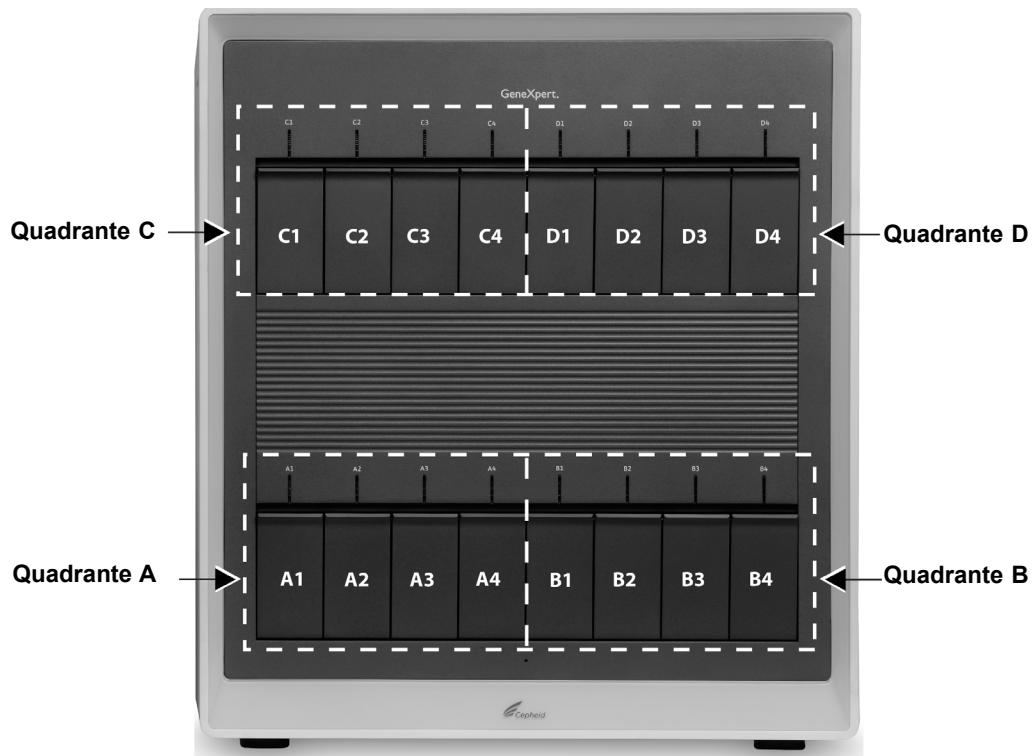
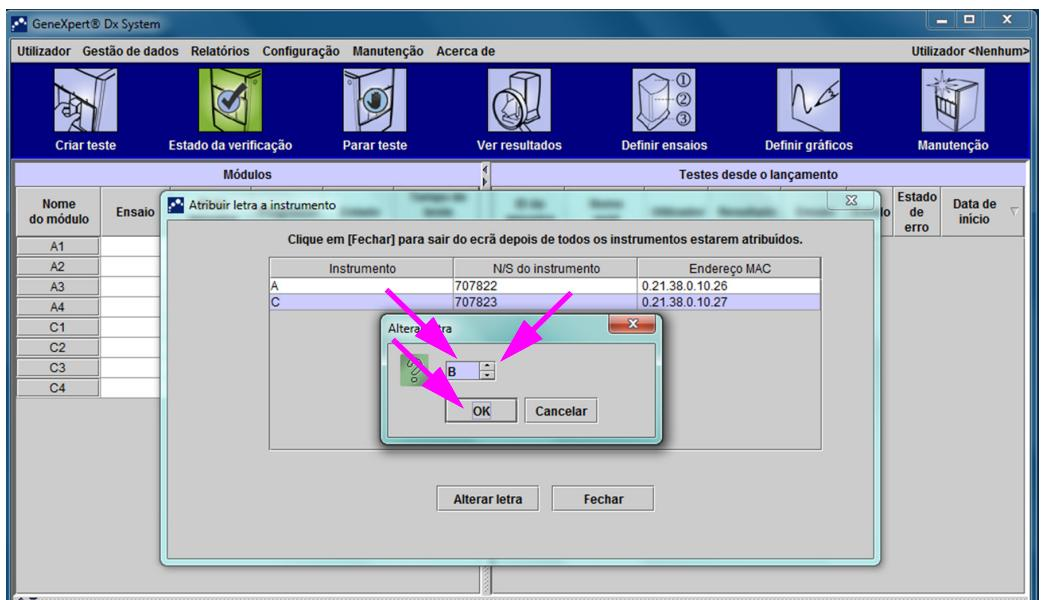

Figura 2-62. Letras atribuídas a quadrantes (apresentação do GX-XVI)
Figura 2-68. Janela GeneXpert Dx System com caixa de diálogo Alterar letra sobreposta
O software GeneXpert Dx atribui automaticamente uma letra (A, B, C ou D) para identificar cada quadrante do instrumento GeneXpert GX-XVI ligado ao computador. A figura 2-62 mostra como cada quadrante do GX-XVI é visto pelo sistema.
É apresentada a caixa de diálogo Alterar letra, tal como mostrado na figura 2-68. Seleccione a letra que pretende atribuir ao(s) módulo(s) utilizando as setas para cima/baixo na caixa de diálogo Alterar letra. Seleccione a letra correspondente ao quadrante definido pelos quatro módulos intermitentes. Por exemplo, se o conjunto inferior direito de módulos (Quadrante B na figura 2-62) estiver a piscar, seleccione **B** como nova letra.
5. Depois de alterar a letra de atribuição, clique em **OK**. Consulte a figura 2-68.